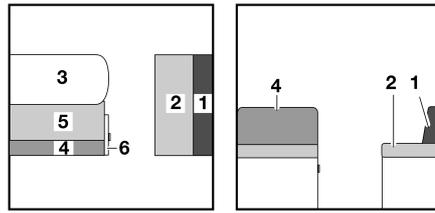

Bild 137 Vor dem Umbau
- Tisch (Bild 137,3) vergrößern und zum Bettunterbau umbauen (siehe Abschnitt 7.8).
- Griff ziehen und Klappe (Bild 137,6) öffnen.